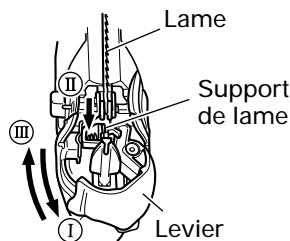

Fig. 3
- (1) Ouvrir le levier jusqu'à la butée. (Fig. 3-I)
- (2) Retirer la lame.
- (3) Insérer la nouvelle lame jusqu'à la butée dans le support de lame. (Fig. 3-II)
- (4) Refermer le levier. (Fig. 3-III)